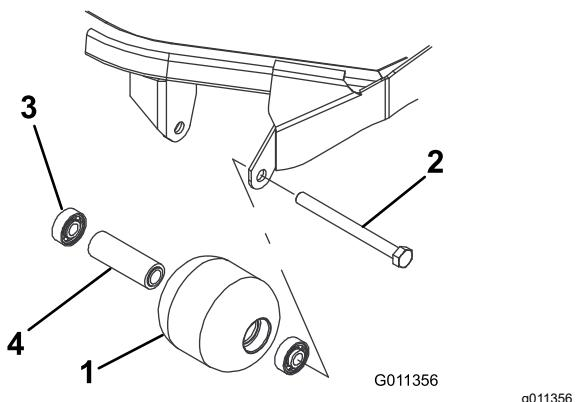

Figura 81
1. Retire o parafuso de montagem do rolo (Figura 81).
estão danificados (Figura 81). Substitua os componentes danificados e volte a montá-los.
1. Introduza o primeiro rolamento na estrutura do rolo (Figura 81). Empurre só a calha externa ou, então, exerça o mesmo tipo de pressão nas calhas interna e externa.
2. Coloque o espaçador (Figura 81)
3. Introduza o segundo rolamento na estrutura do rolo (Figura 81). Empurre igualmente a calha interna e externa até que a calha interna entre em contacto com o espaçador.